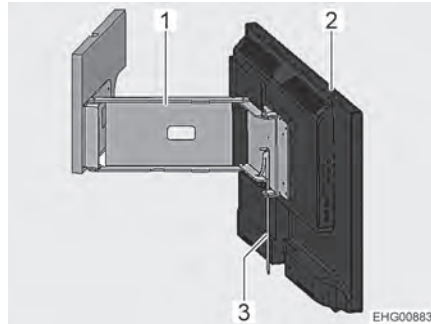

Bild 71 Platt bildskärm på ledad arm
- Flytta spaken (Bild 71,3). Den ledade armen (Bild 71,1) är upplåst.
- Sväng den platta bildskärmen (Bild 71,2) till önskat läge.